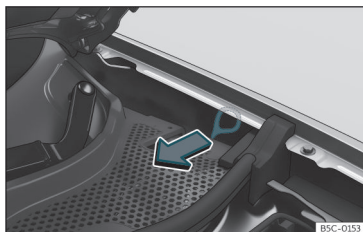

Abb. 194 Zwischen dem linken Kotflügel und dem Scharnier der Frontklappe: Ziehgriff für manuelle Notentriegelung des Ladesteckers.
Der Ziehgriff für die Notentriegelung befindet sich auf der linken Seite im Innenraum vorn, oberhalb der Ladedose»» **Abb. 194** .
- Ziehen Sie den Griff»» **Abb. 194** .